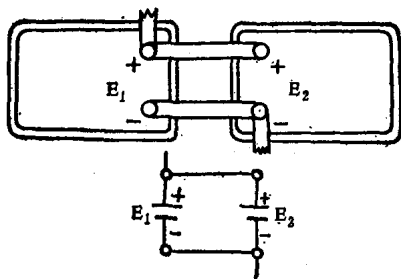

图 1-7 电源的并联
1. 电源的并联：就是电源的正极与正极相接；负极与负极相接，如图 1-7 所示。